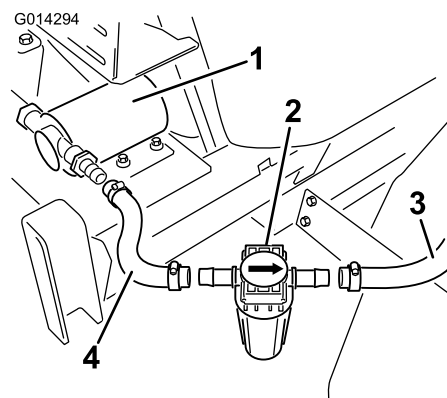

Figura 23
2. Instale el filtro en línea en los extremos de las mangueras que van de la bomba hasta las boquillas de enjuague (Figura 23).